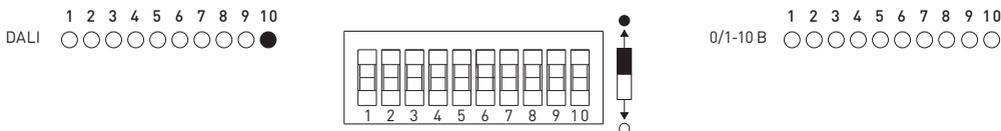

Рисунок 3. DIP-переключатели на корпусе конвертера TY-802-DALI-BLE-1-10-SUF.
- 3.5. DIP-переключателем (рисунок 3) под номером 10 на корпусе устройства установите режим работы конвертера: